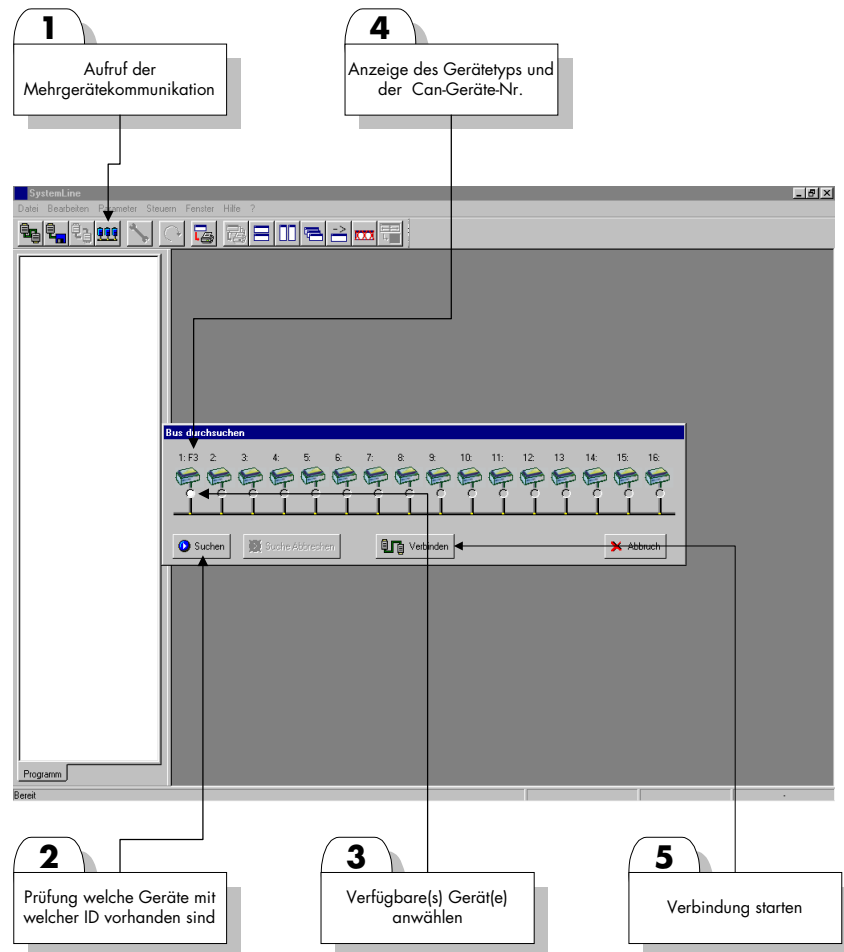

Abbildung 10.5: Mehrgerätekommunikation - Herstellen der Verbindung via SYSTEM LINE SOFT
- Das *CSP/CMP*-System ist an die Versorgungsspannung anzuschließen. Die »Enter«-Taste ist am *CMP* zu betätigen (siehe Abbildung 10.5). (In diesem Menü wird die ID des *CMPs* an die des *CSPs* angepasst)